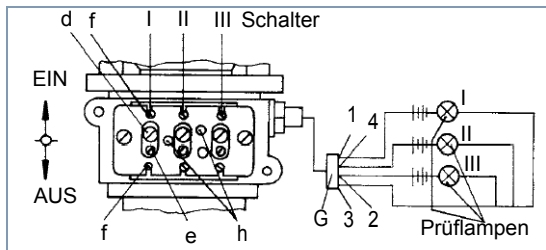

Abb. 8 Anschluss der Prüflampen
- Zylinderschraube d lösen (siehe Abb. 8).
- Gewindestift e anziehen bis der Einschaltpunkt erreicht ist (siehe Abb. 8).
- Zylinderschraube d mit 1,2 Nm fest anziehen (siehe Abb. 8).
- Zylinderschraube f des betreffenden Schalters geringfügig lösen (siehe Abb. 8).
- An den Zylinderschrauben f (siehe Abb. 8) den betreffenden Schalter in Richtung AUS und dann in Richtung EIN bis zum Einschaltpunkt verschieben.
- Platte 461 908 107 4 in Aufnahmebohrung h einsetzen (siehe Abb. 8).